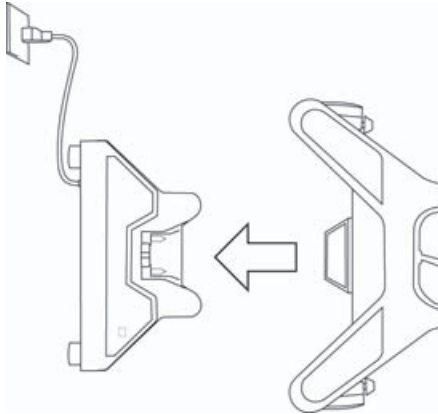

Figura 2 Haga rodar la base hasta que llegue al módulo de acoplamiento para conectarla (se muestra con la base H-Universal).
- 2 Haga rodar la base hacia atrás hasta que llegue al módulo de acoplamiento. Consulte **Figura 2** en la página 28.